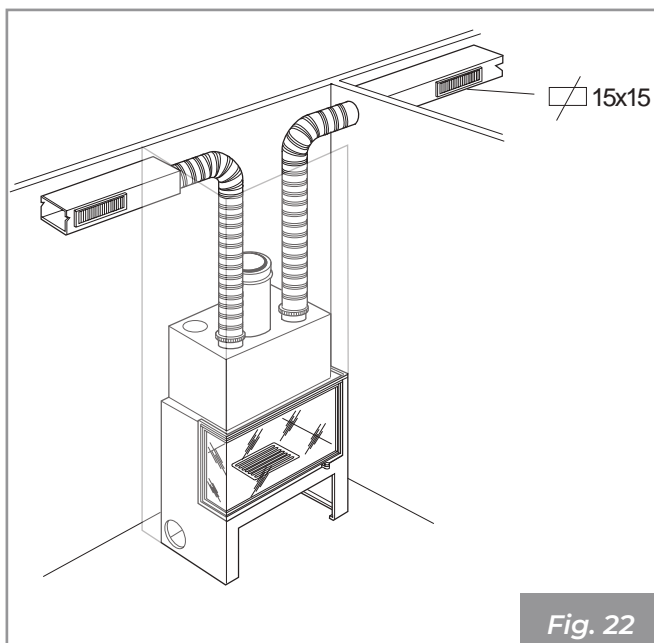

Fig. 22
- Tuyau flexible en aluminium - longueur jusqu'à 6 m sur une seule conduite (Fig. 22) ;
- Tuyau lisse métallique - longueur jusqu'à 10 m sur une seule conduite (Fig. 22) ;